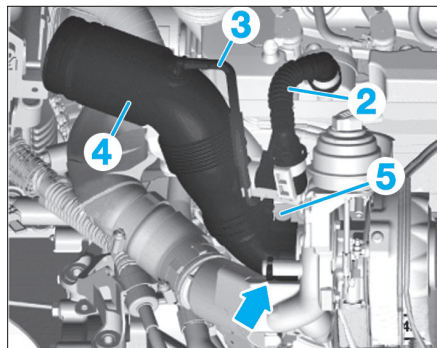

FIG. 107
- le flexible (2) (Fig.107),
- le flexible (3) du conduit (4).
- Desserrer la vis (5).